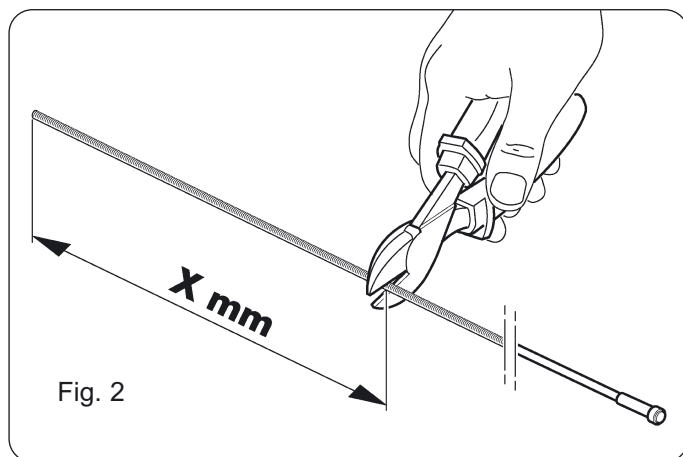
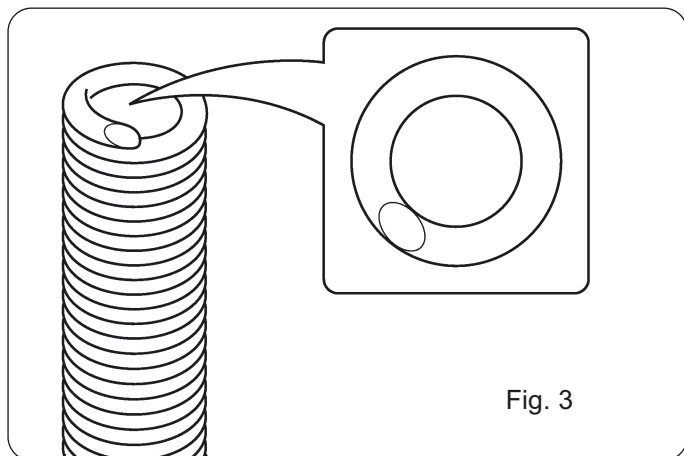

Fig. 2
Fig. 3
- Extraer la vaina, cortar la parte final según la medida anteriormente tomada (ver fig. 2). El corte se deberá realizar con una herramienta muy afilada, para evitar babas que obstruyan el paso del hilo (ver fig. 3).